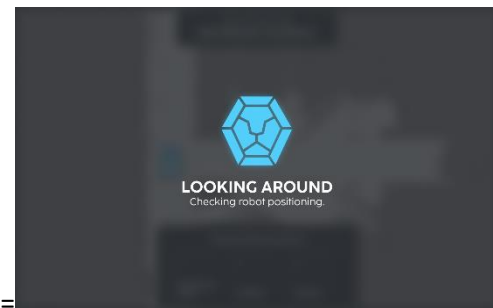

Fig. 5
5. Beweeg de robot handmatig naar een lokalisatiepunt dat op de kaart is geselecteerd en selecteer vervolgens de lokaliseerknop. Wacht tot de robot zijn omgeving heeft gecontroleerd (Fig 5).